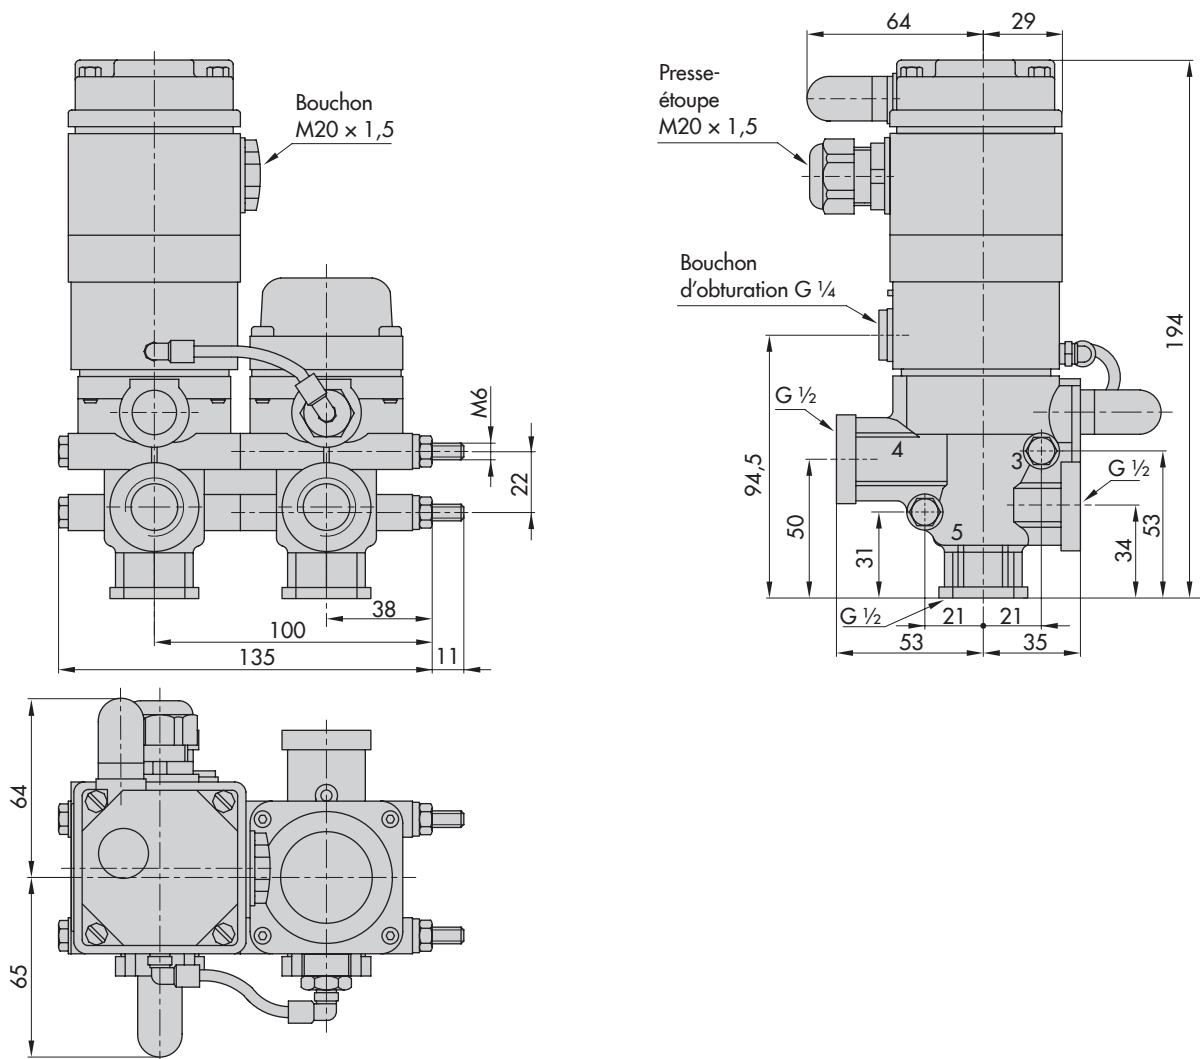

Fig. 12 : Électrovanne 5/2 voies, monostable,  $K_{VS}$  4,3
8) Flexible de raccordement entre les amplificateurs en polyamide, cf. Fig. 12 et Fig. 13